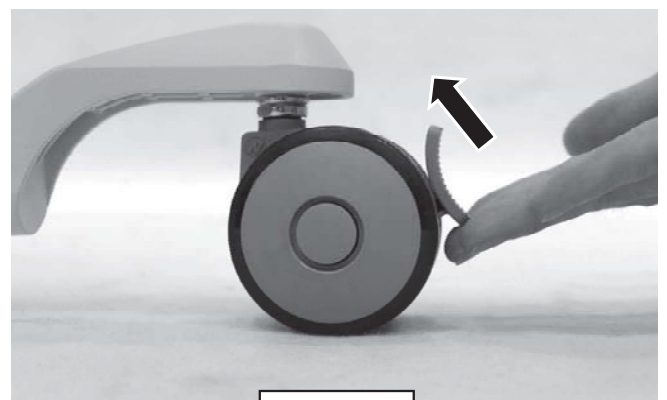

図2
(2) キャスター上部のストッパーを、引き上げると、解除できます。(図2)